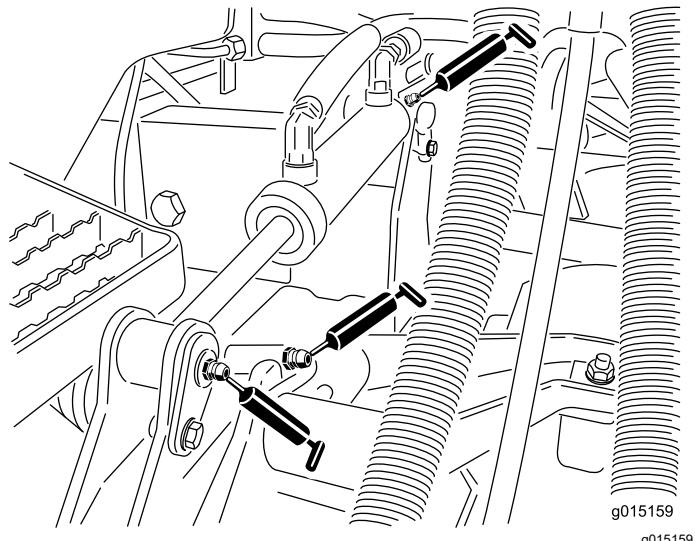

図 70
- 昇降アームのブッシュカッティングユニット 1台に 1ヶ所 図 70
- 昇降シリンダのブッシュカッティングユニット 1台に 2ヶ所 図 70